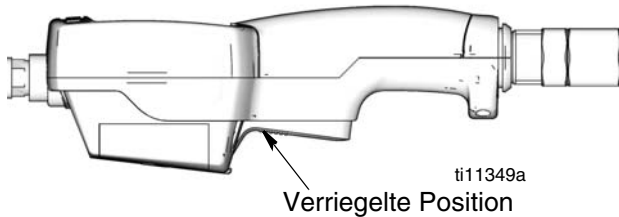

ABB. 20
**Zum Verriegeln des Abzugs (ABB. 20)**, auf den geriffelten Teil des Abzugs (siehe unten) drücken, bis er in der verriegelten Position einrastet.